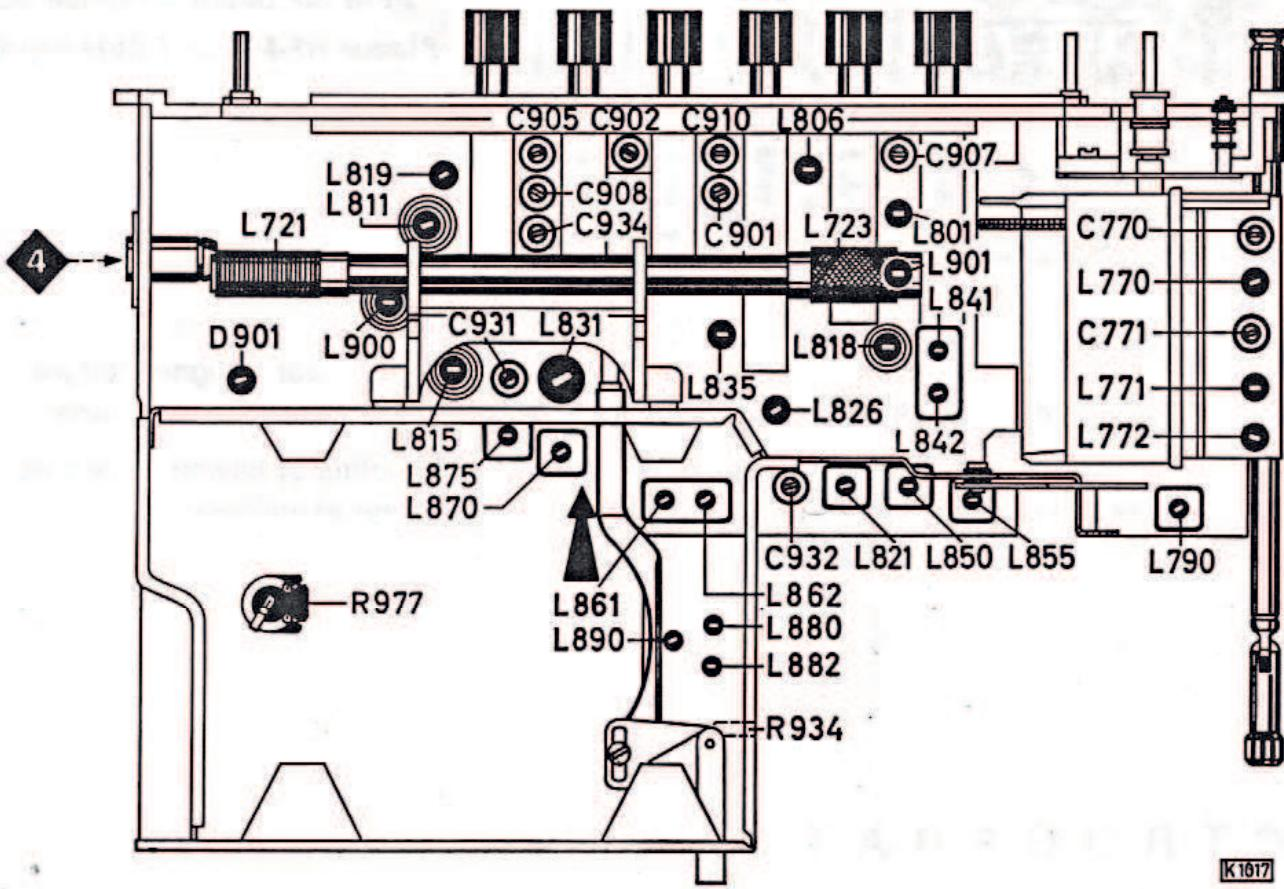

Fig. 8
- 6.5 Den Ruhestrom ca. 1 Minute nach dem Einschalten des Gerätes mit dem Einstellregler R 977 (Fig. 8) auf 4 mA + 20 – 10 % einstellen.
- Achtung!** Beim Abgleich des MW- und LW-Vorkreises auf dem Wellenschalter muß der Umschalter, Fig. 8, in Pfeilrichtung geschaltet sein.
- 6.5 Approx. 1 minute after switching on set, set zero signal current via adjuster R 977 (fig. 8) to 4 mA + 20 to 10 %.
- Attention!** When aligning the MW and LW pre-circuit on the waveband switch the conversion switch, fig. 8, must be switched in direction of the arrow.
- 6.5 Une minute env. après avoir mis le poste en marche, régler le courant de repos avec le potentiomètre ajustable R 977 (fig. 8) sur 4 mA + 20 – 10 %.
5) Ein AM-Signal, 400 Hz, 30 % moduliert, soll eine Ratiospannung von 1,4 V erzeugen. Dann mit R 934 ein Spannungsminimum am Outputmeter einstellen, Fig. 8.
5) An AM signal, 400 Hz, 30 % modulated, must produce a ratio voltage of 1.4 V. Adjust a voltage minimum at the outputmeter by means of R 934, see fig. 8.
5) Un signal AM, 400 Hz, modulé 30 %, doit engendrer une tension de rapport de 1,4 V. Régler une tension minimum à l'outputmètre moyennant R 934, fig. 8.